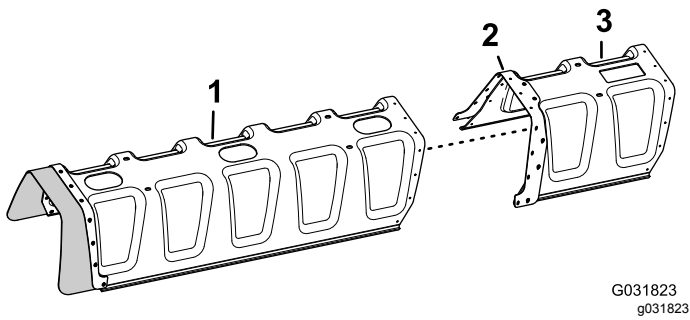

Bild 180
3. Fluchten Sie die Löcher in der Verstärkungsplatte (doppelte Reihe) an der Abdeckungsverlängerung mit den Löchern am Ende der 11. Düsenauslegerabdeckung aus (Bild 180).